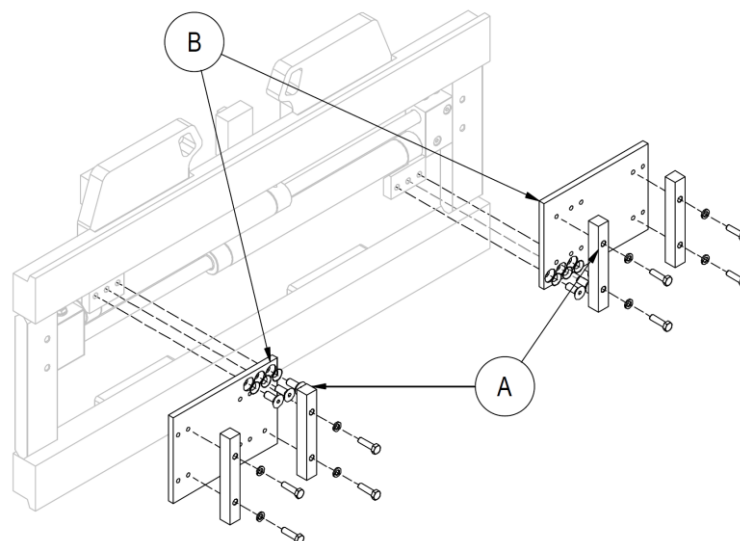

Abbildung 27
2. Nach der Demontage der Gabelzinken (siehe Absatz 7.2 auf S. 32), entfernen Sie die Gabelarretierungen **A** und dann die Mitnehmerplatten **B** (siehe *Abbildung 27*). Die folgenden Abbildungen zeigen nur das Anbaugerät Typ 575 auf, da der Vorgang für die Demontage der Zylinder mit verschiebbaren Zylinderkörpern für alle vier Gerätetypen gleich ist.